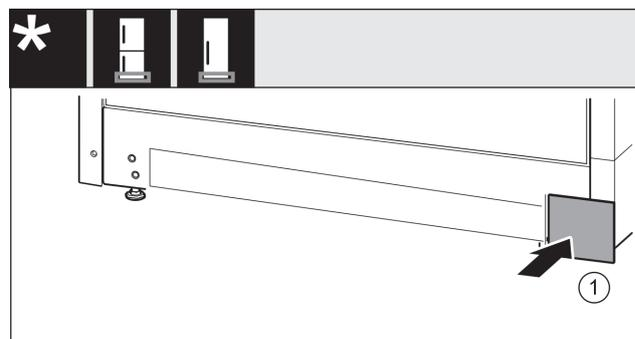

Fig. 28
- ▶ Remplacer le couvercle de l'autre côté. Fig. 28 (1)